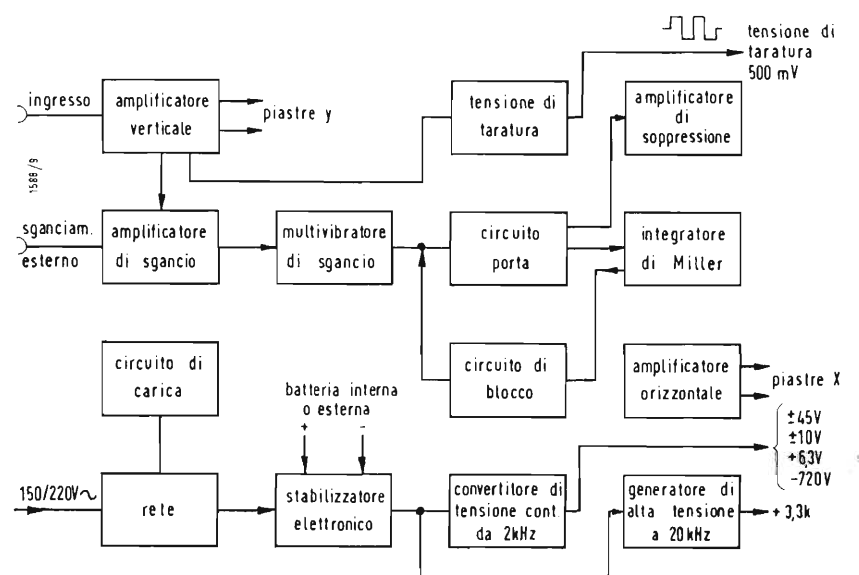
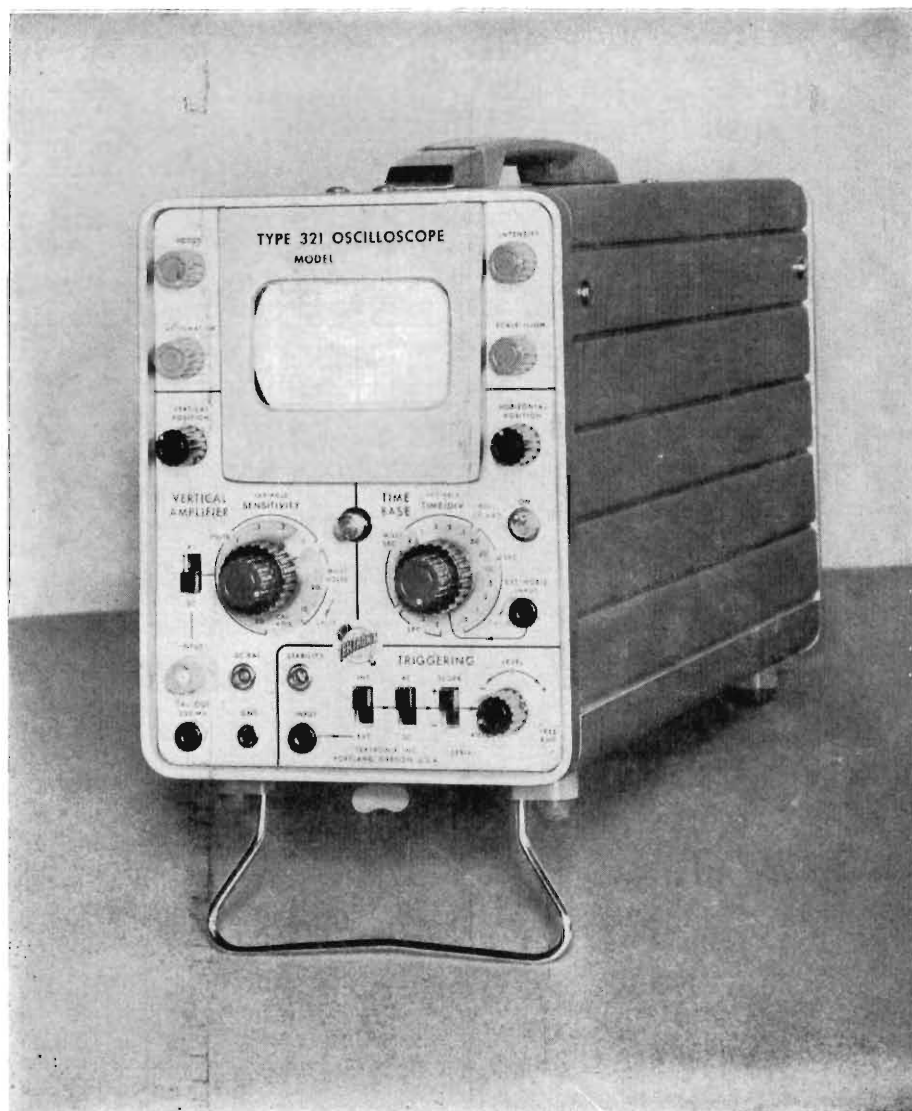

Fig. 1 - Schema a blocchi dell'oscillografo equipaggiato con transistori.
Fig. 2 - Vista dell'oscillografo TEKTRONIX tipo 321.
**L**O STRUMENTO TEKTRONIX tipo 321 è nato dal desiderio di sviluppare un oscillografo trasportabile di elevata qualità, che possa essere adoperato anche dove non si ha a disposizione la tensione di rete industriale. Questo oscillografo può essere alimentato sia dalla rete luce sia da una batteria incorporata oppure esterna. Entro un campo di frequenze da 0 a 5 MHz esso possiede tutte le caratteristiche dei moderni oscillografi a raggi catodici, come asse dei tempi a taratura ed a sgancio, amplificatori di misura a taratura e schermo piano da 7 cm (fig. 2). È equipaggiato con 39 transistori e 3 tubi ad alto vuoto. Di nuovo, in questo oscillografo, c'è il circuito di carica che lavora automaticamente e il tubo a raggi catodici provvisto di piastre ausiliarie di deflessione per la soppressione della traccia di ritorno. In fig. 1 è rappresentato lo schema a blocchi dello strumento mentre la fig. 2 ne dà una vista. Nel seguito è descritto il circuito dello strumento, ripartito per gruppi costruttivi.